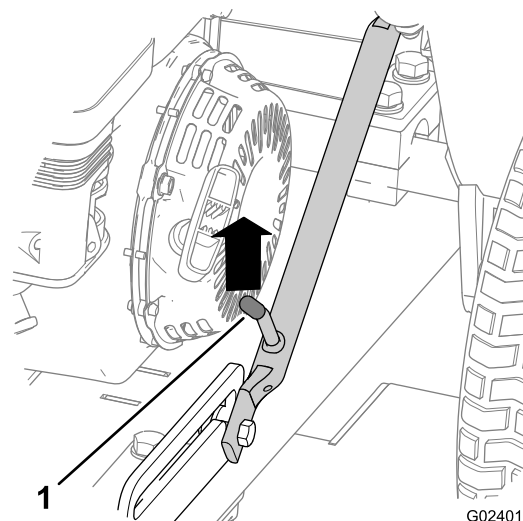
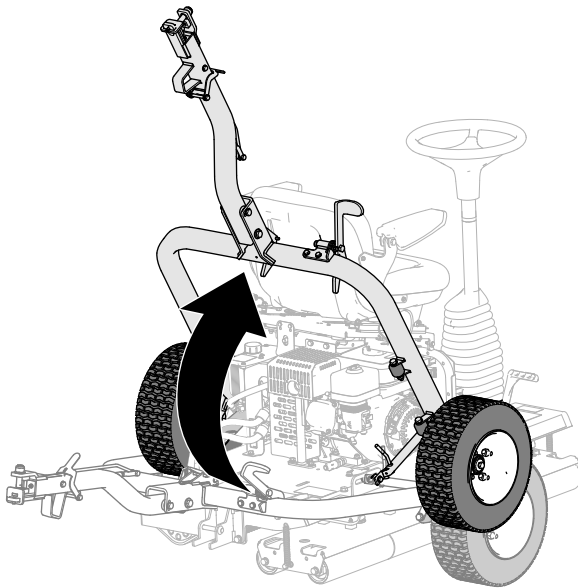

図 17
図 22
1. ラッチレバーがスライドディテントから外れるまで、ヒッチアセンブリを押し上げる 図 17。
5. ヒッチを上げて 図 22、ラッチのレバーをスライドディテントにロックする 図 17。